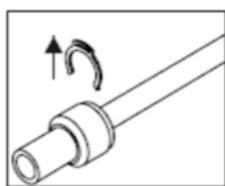

Fig. 1
- 1) Indepartati siguranta de pe racordul rapid(daca exista) (Fig. 1).